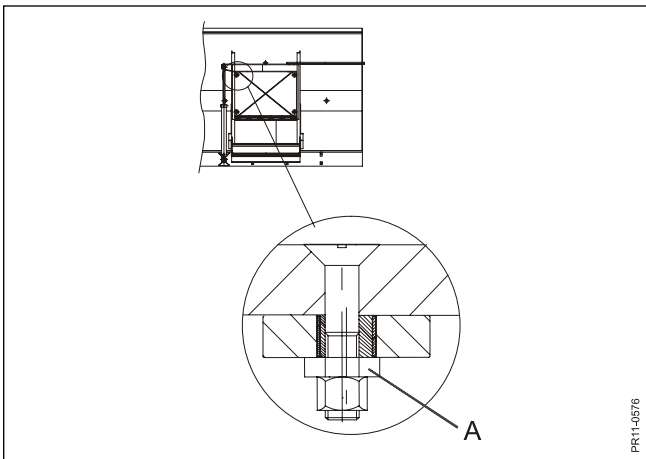

Fig. 9.8
Fig. 9.8 Rullerne ved lågen bør 1 gang pr. 6 mdr. kontrolleres og evt. justeres. Møtrikken løsnes og rullen kan justeres ud mod kanten ved hjælp af excentrikken (A) Lågen skal køre parallelt med føringen med mindst mulig slør imellem ruller og kant.